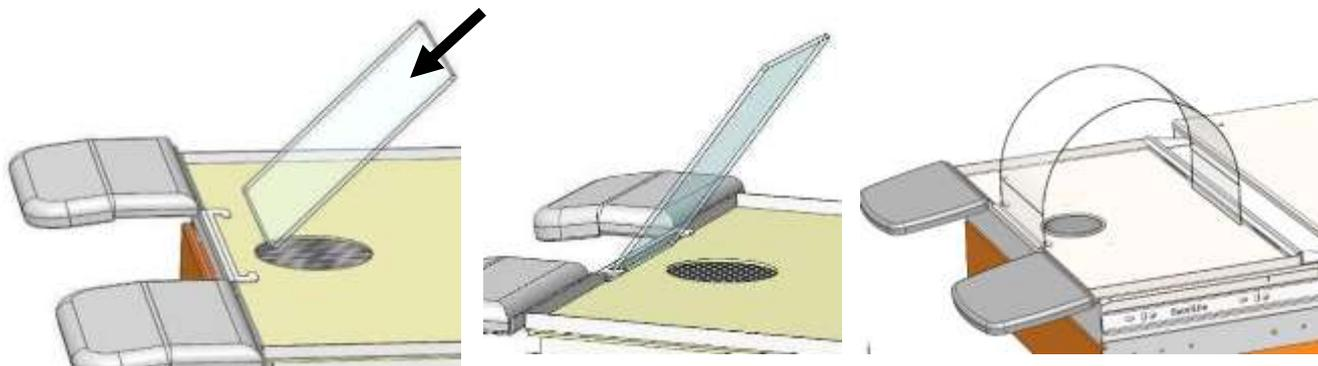

Рис.9
6.3.1 Распаковать экран (7). Вставить торец экрана в паз под наклоном, спереди столешницы, рис.9. Клейкие ножки экрана - для удобства эксплуатации и защиты при хранении. Возможна установка гибкого экрана ЩИТ 3.0 ФЛЕКС (поставка по дополнительной заявке).